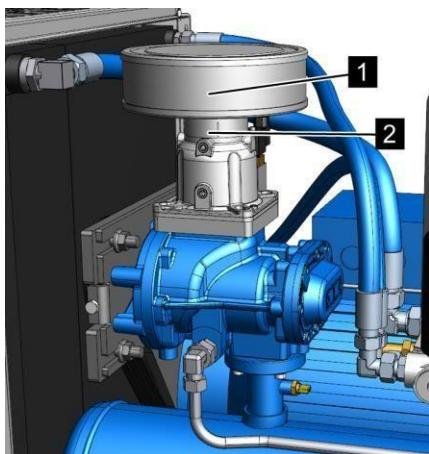

Рис. 42: Отсоединение хомутика приемного фильтра
4. Отсоедините хомутик приемного фильтра (Рис. 42/2).
5. Извлеките старый приемный фильтр (Рис. 42/1).
6. Установите новый приемный фильтр (Рис. 42/1).
7. Затяните хомутик приемного фильтра (Рис. 42/2). ↗ Приложение В «Моменты затяжки винтов» на странице 119